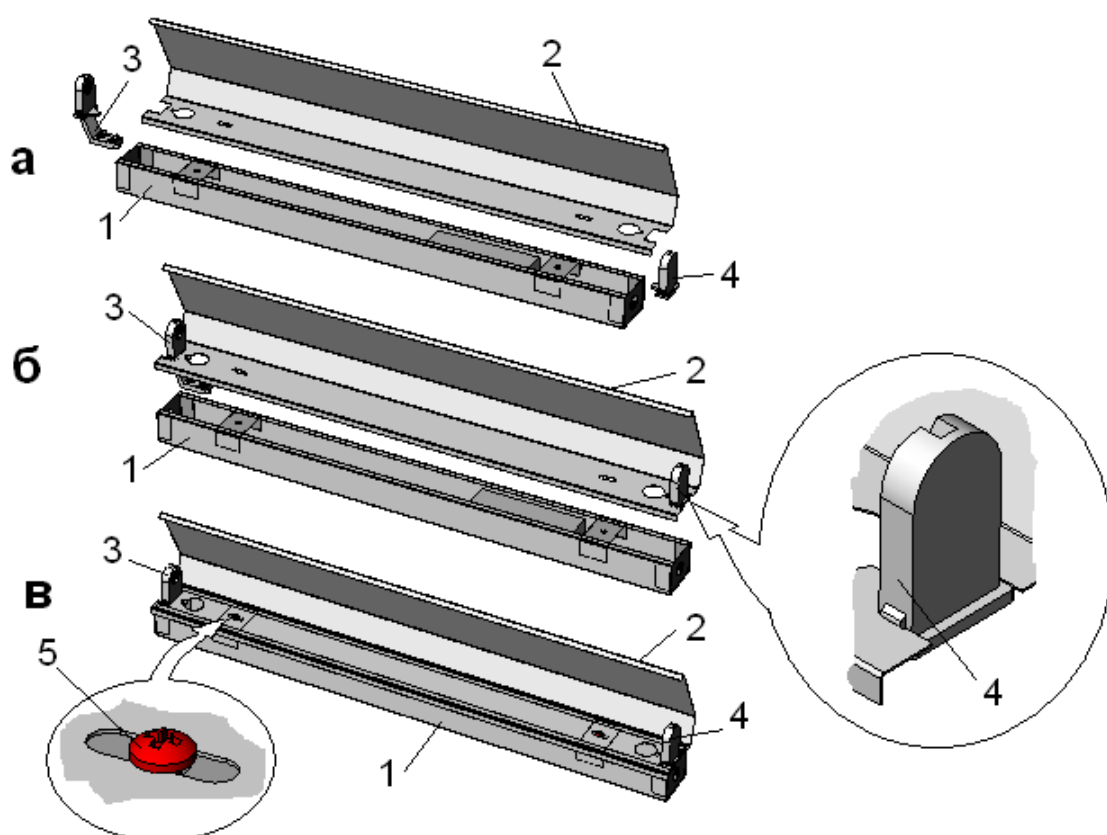

Рис. 3. Сборка корпуса светильника
6.1. Выньте из упаковки корпус 1 (рис. 3) и отражатель 2. Ламподержатели 3 и 4 находятся внутри корпуса 1 и соединены проводами с другими элементами в корпусе. Ламподержатели
нужно из корпуса извлечь и расположить примерно так, как показано на рис. 3а.
6.2. Вставьте ламподержатели 3 и 4 в пазы отражателя 2 до упора (рис. 3б).